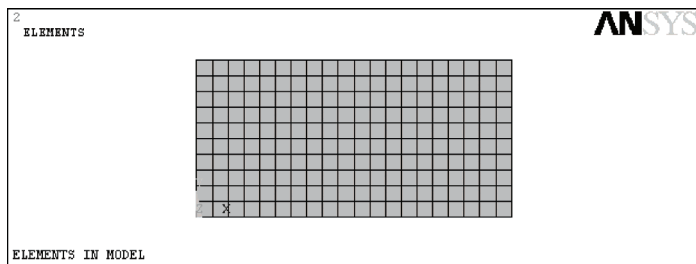

图 5-133 网格划分结果显示
7) 选择 Utility Menu | Plot | Elements 命令, ANSYS 显示窗口将显示网格划分结果, 如图 5-133 所示。